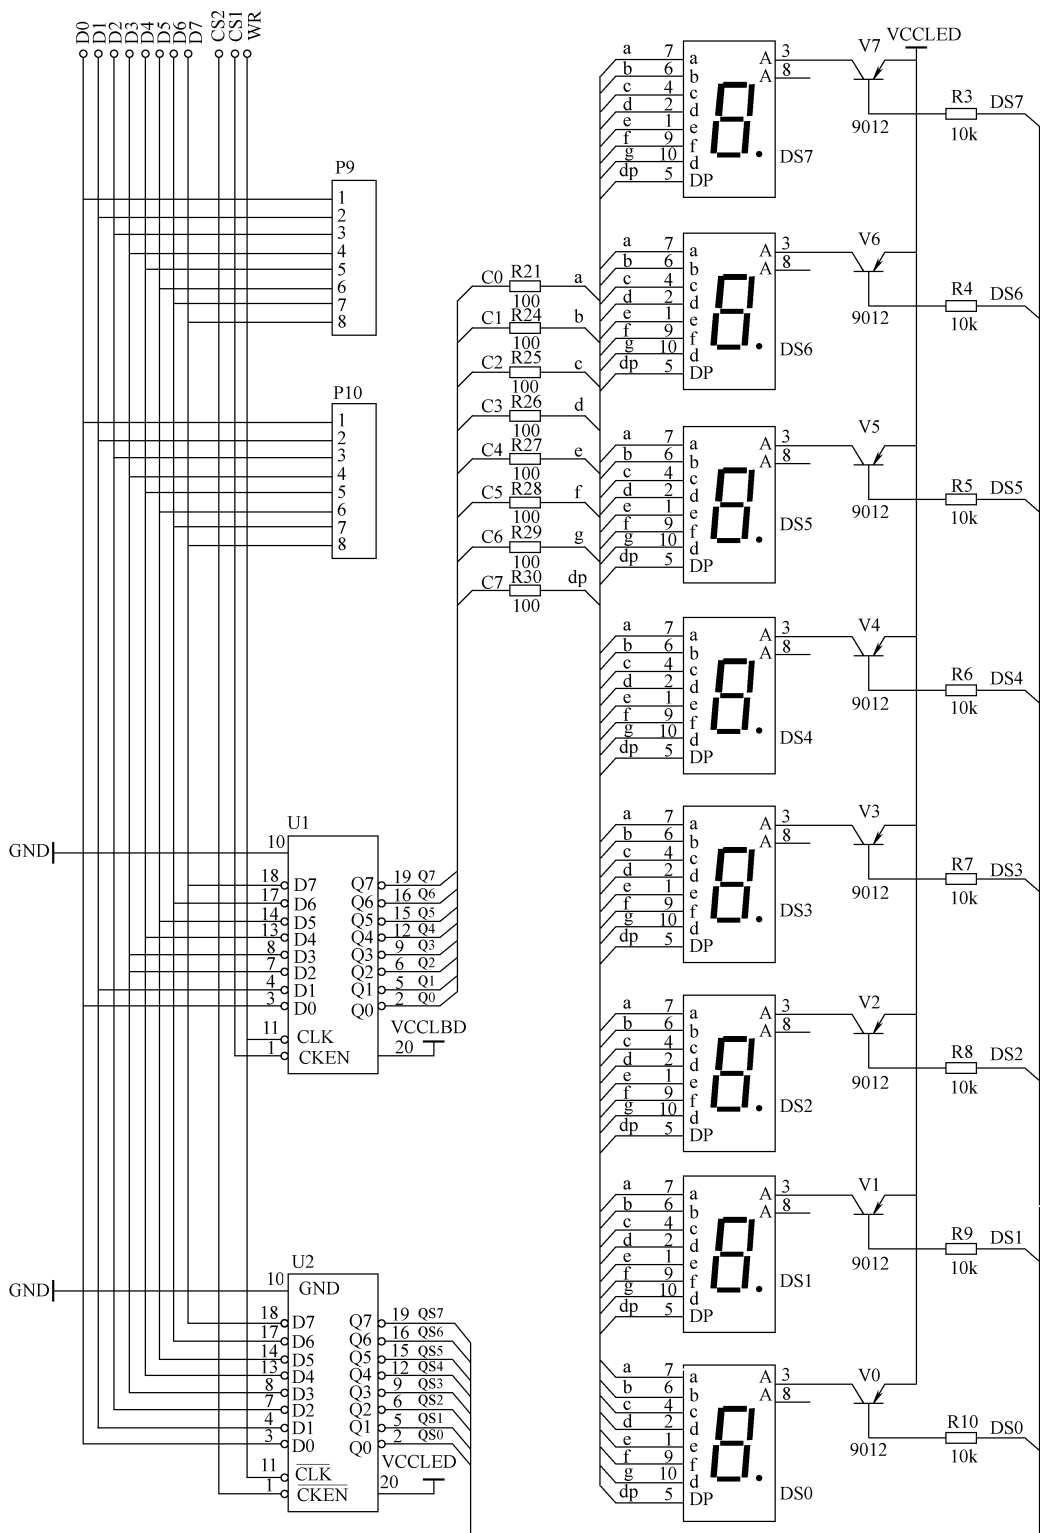

图 3-6 YL-236 单片机实训台数码管显示电路原理图
(1) YL-236 单片机实训台数码管显示电路原理图如图 3-6 所示。
(2) 原理图解释
1) 从图 3-6 的接线可以看出，两个锁存器的输入端是公共的。某一时刻，8 个数码管中究竟哪一个可被点亮（即公共极加上高电平），由单片机 I/O 口输出的控制数据（8 位）传到 D0 ~ D7 后，由锁存器 U2 输出，控制 8 个晶体管是处于截止状态还是处于饱和导通状态。当某个晶体管（如 V1）的基极得到低电平，就会处于饱和导通状态时，5V 的供电就可以传到数码管 DS1 的公共极，使该数码管处于可显示状态，至于显示什么内容，由段码决定。当晶体管处于截止状态时，5V 的供电就不能传到数码管的公共阳极，该数码管就不可能点亮，无论段码是什么。控制哪个数码管被点亮（即将供电传给该数码管的公共极）的过程叫“位选”，控制位选的数据叫做位选信号。
2) 数码管动态扫描的方法。由图 3-6 的接线可以看出，YL-236 实训台上的 CS1、CS2 接线端子分别用于选择段、位锁存器，为片选端子。WR 接线端子为锁存信号端子。
（1）硬件连接。图 3-6 所示电路中，我们用 P3.0 端口输出电平来选择段码的锁存器，所以将 P3.0 与 CS1 端子相连；用 P3.1 端口输出电平来选择位码锁存器，所以将 P3.1 与 CS2 相连；用 P3.2 端口输出锁存信号，所以将 P3.2 与 wr 相连；用 P2 端口输出段码和位控制信号，所以，P2.0 ~ P2.7 与 D0 ~ D7 相连。注意：硬件端口之间的接线是灵活的，端口之间的连接改变后，程序中标识符表示的端口也需相应改变，应与硬件的连接保持一致。
a) YL-236单片机实训装置的数码管显示部分 (注: 此图为图3-6所对应的实物, 其中锁存器、限流电阻、晶体管等实物设置在面板的反面)